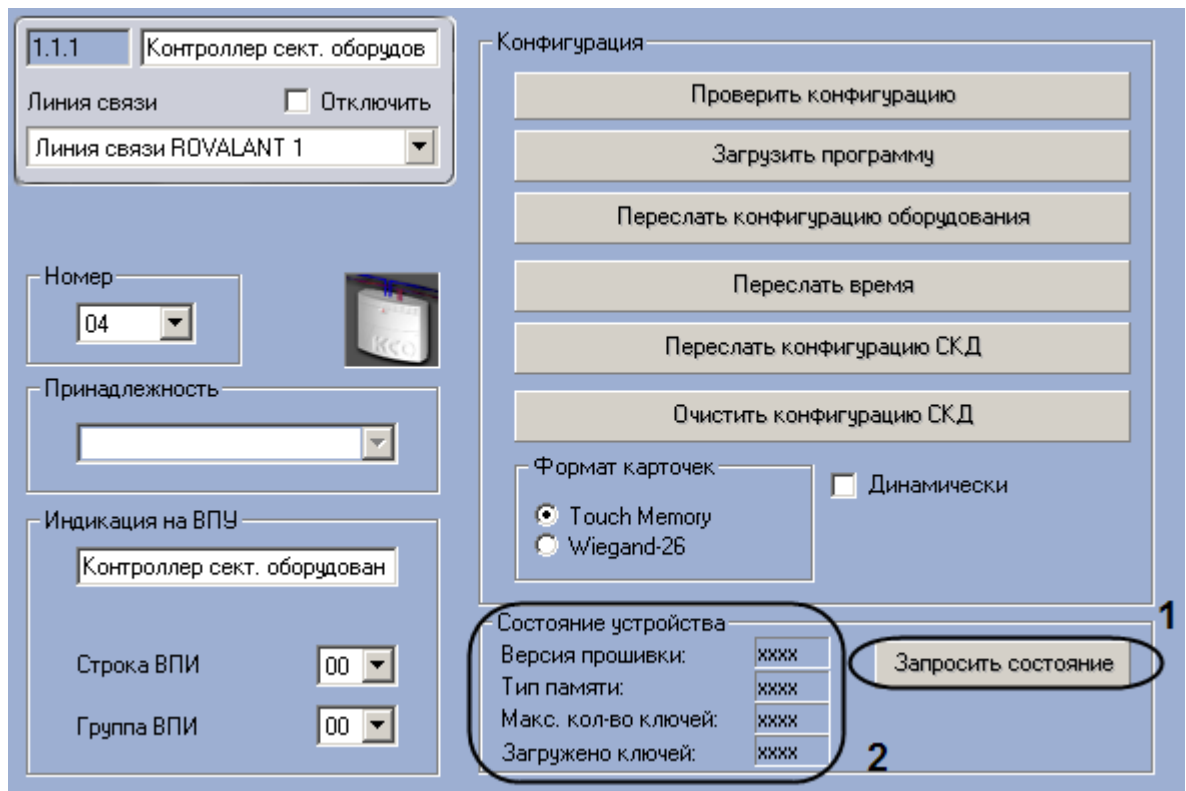

Рис. 3.5—6. Запрос состояния контроллера
1. Перейти на панель настроек объекта **Контроллер сект. оборудования** (Рис. 3.5—6).
2. Нажать на кнопку **Запросить состояние** (см. Рис. 3.5—6, 1).
После выполнения вышеперечисленных действий будут обновлены поля группы **Состояние устройства**: **Версия прошивки**, **Тип памяти**, **Макс. кол-во ключей**, **Загружено ключей** (см. Рис. 3.5—6, 2).